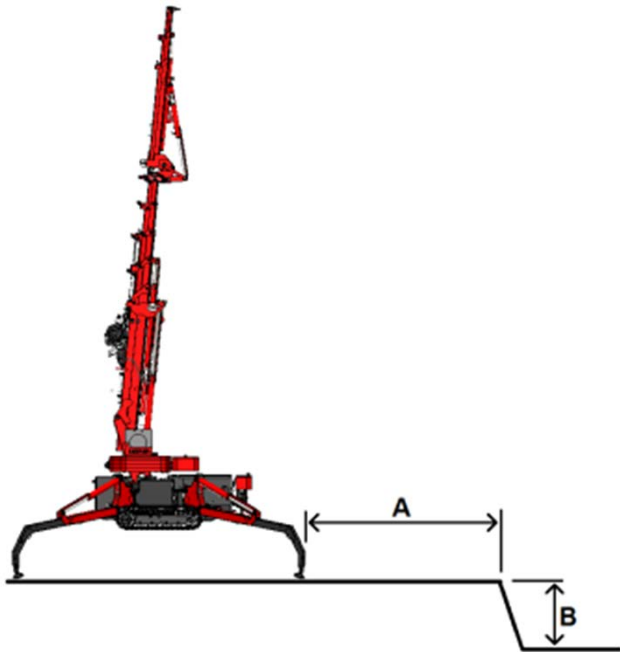

Abbildung 4.5 Position in der Nähe eines Hanges
2. Wenn sich der Kran in der Nähe eines Grabens oder eines Hanges steht, sorgen Sie dafür, dass der Abstand zwischen der Stütze und dem Rand (A) mindestens doppelt so groß ist wie die Tiefe des Grabens (B), (siehe *Abbildung 4.5*).